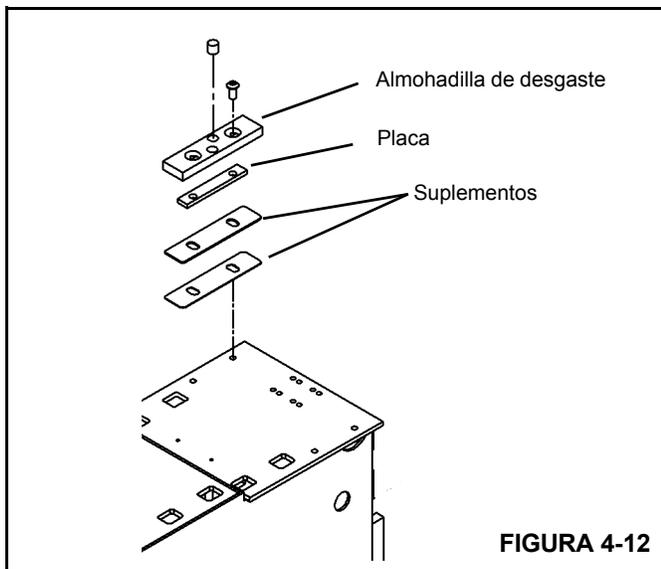

FIGURA 4-12
- 13. En el extremo de la base de la 2ª sección, instale la almohadilla de desgaste superior y la placa (Figura 4-12).